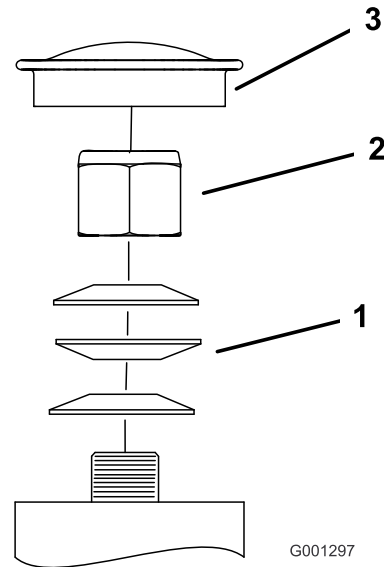

Figura 57
3. Retire el tapón anti-polvo de la rueda giratoria y apriete la contratuerca (Figura 57).
4. Apriete la contratuerca hasta que las arandelas de muelle estén planas, luego afloje 1/4 de vuelta para establecer la pre-carga correcta de los cojinetes (Figura 57).
Importante: Asegúrese de que las arandelas de muelle están correctamente instaladas, según muestra Figura 57.
5. Coloque el tapón anti-polvo (Figura 57).